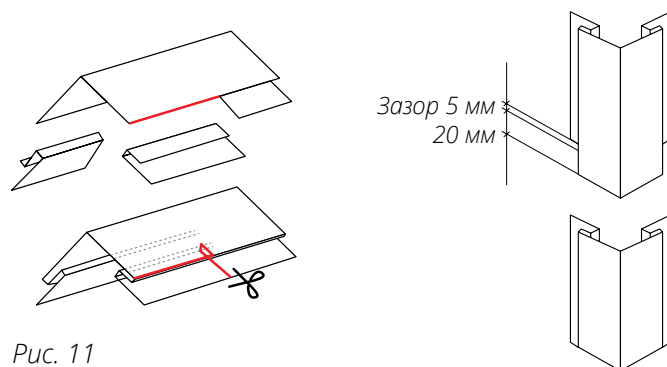

Рис. 11
■ Для этого отрежьте 25 мм от крепежного отгиба верхней планки, оставив лицевую часть целой (рис. 11).